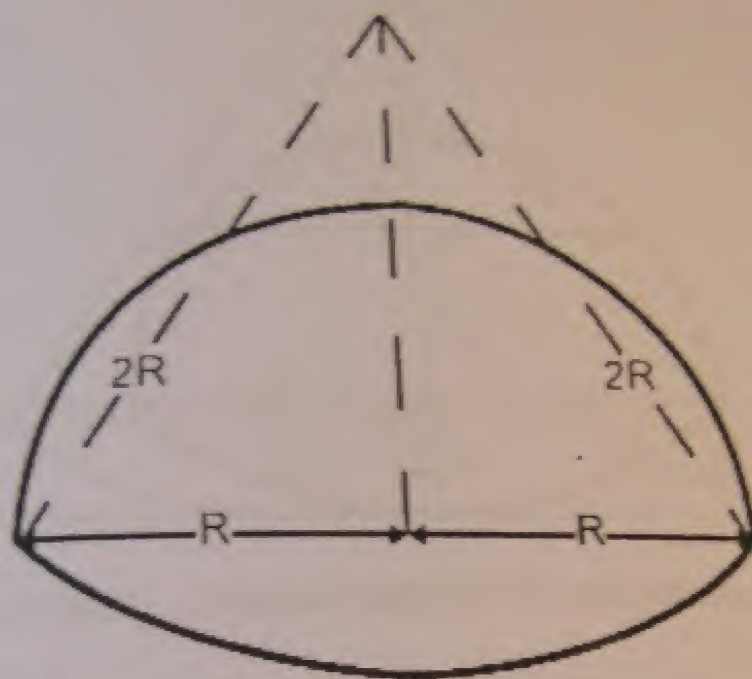

Figura 23. Sección transversal de un túnel
48. Se tiene un túnel como se muestra en la figura 23, sabiendo que el coeficiente de rugosidad es 0,015, que está trazado con una pendiente del 0,8 ‰, y que $R = 0,90 \text{ m}$, indicar el caudal máximo que transporta.